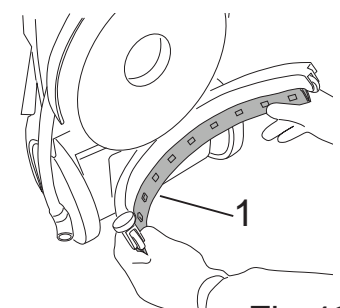

Fig.43
- Ziehen Sie die Gruppe an den Sauglippen heraus (Abb. 43, Pkt. 1).